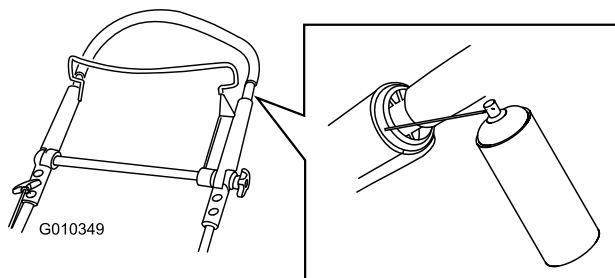

Figura 41
1. Rocíe sobre el extremo de plástico exterior del manillar interior (Figura 41).